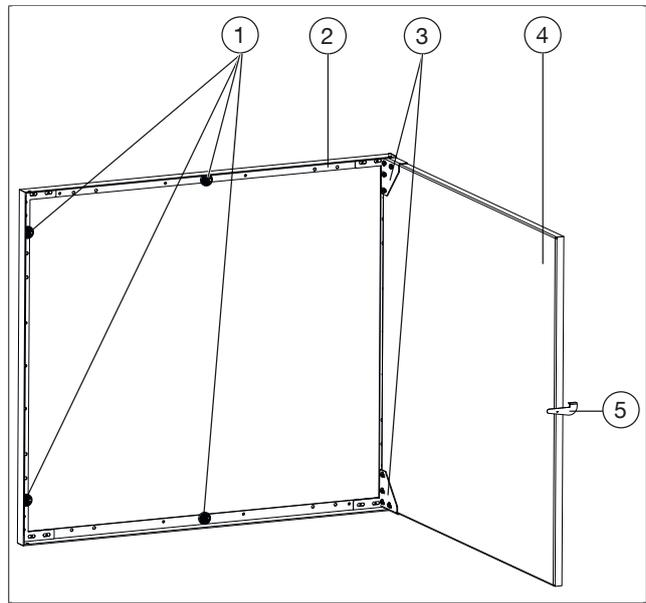
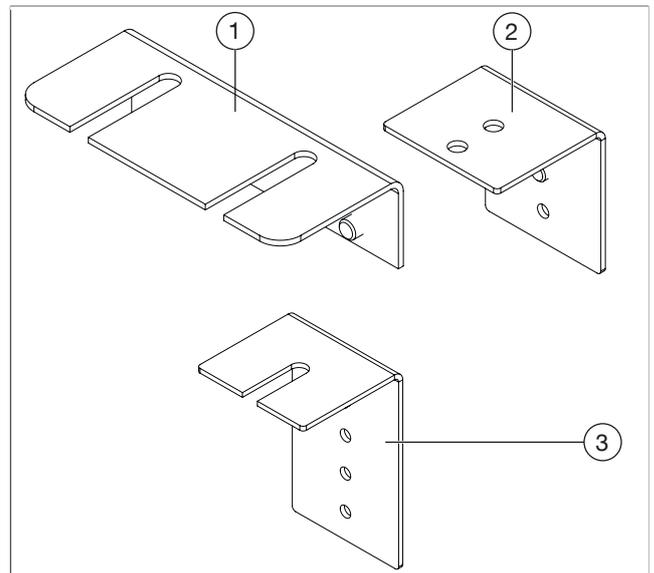

Abb. 1: Aufbau Revisionsrahmen
Abb. 5: Beiliegende Befestigungswinkel
(1)	Befestigungswinkel
(2)	Befestigungswinkel kurz
(3)	Befestigungswinkel lang
- Öffnen Sie die Wannentür (siehe Abb. 1 auf Seite 6) des Revisionsrahmens vollständig.
5. Schrauben Sie die Befestigungswinkel (1) (siehe Abb. 5 auf Seite 7) an den Rahmen (siehe Abb. 1 auf Seite 6) handfest an.
(1)	Wandbeplankung
(2)	Befestigungswinkel lang (siehe Abb. 5 auf Seite 7)
(3)	Befestigungswinkel kurz (siehe Abb. 5 auf Seite 7)
(4)	Befestigungswinkel (siehe Abb. 5 auf Seite 7)
(5)	Rahmen
1. Öffnen Sie die Wannentür (siehe Abb. 1 auf Seite 6) des Revisionsrahmens vollständig.